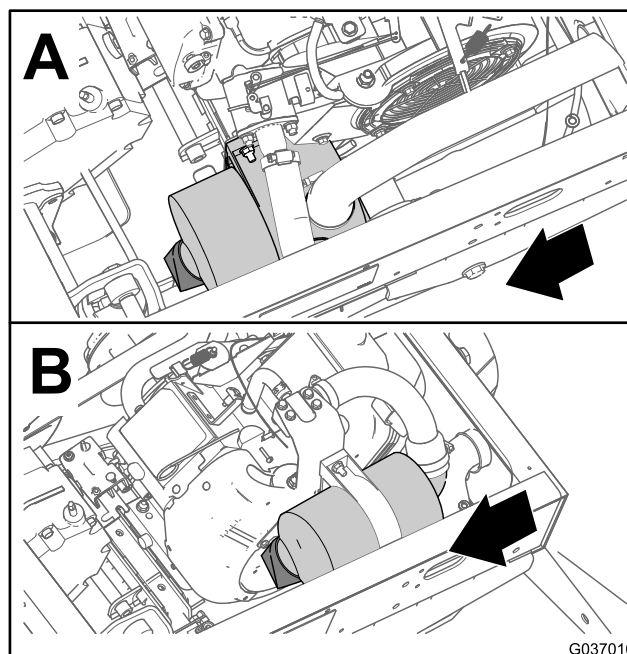
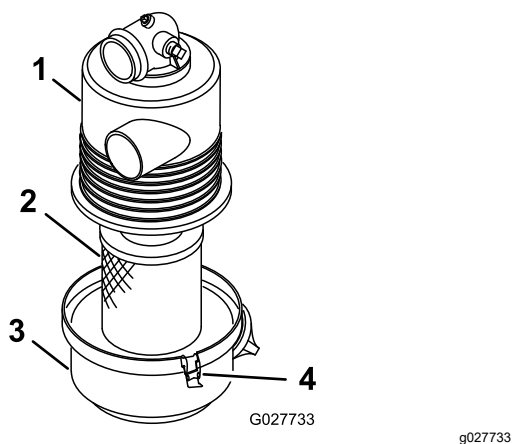

Figura 29
Figura 30
2. Controllate il corpo del filtro dell'aria per escludere eventuali danni che possano causare una perdita d'aria (Figura 29 e Figura 30).
- Rilasciate i fermi che fissano il coperchio del filtro dell'aria al relativo alloggiamento (Figura 30).
- Separate il coperchio del filtro dell'aria dal relativo alloggiamento e pulite l'interno del coperchio (Figura 30).
- Inserite l'elemento del filtro dell'aria nel relativo alloggiamento (Figura 30).
- Allineate il coperchio del filtro dell'aria con il relativo alloggiamento (Figura 30).
- Bloccate il coperchio sull'alloggiamento con i fermi (Figura 30).